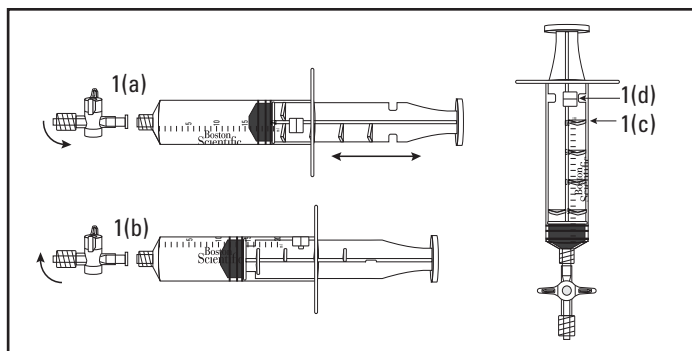

Abbildung 1.
1. Den Absperrhahn [Abbildung 1(a)] untersuchen. Der Absperrhahn hat zwei Luer-Anschlüsse zur Befestigung der Nadel und Spritze. Bei geöffneter Stellung des Absperrhahns ist ein Luftaustausch möglich. Der Absperrhahn ist geöffnet, wenn er parallel zur Spritze ausgerichtet ist, und geschlossen, wenn er senkrecht zur Spritze steht (siehe Abbildung).
2. Die Spritze untersuchen (Abbildung 1). Der Spritzenzylinder hat einen Einhängestift [Abbildung 1(d)] und der Spritzenkolben vier Arretierungen [Abbildung 1(c)]. Die Spritze kann über die Kolbenbewegung im Zylinder arretiert und gelöst werden. Zum Arretieren der Spritze den Kolben zurückziehen, bis das gewünschte Ansaugvolumen erreicht ist [Abbildung 1(a)]. Den Kolben im Uhrzeigersinn drehen, sodass der Einhängestift an den Arretierungen des Kolbens einrastet [Abbildung 1(b)]. Zum Lösen den Kolben gegen den Uhrzeigersinn drehen.